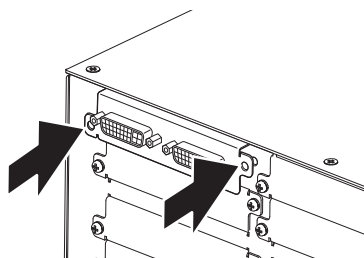

Fig. 2
2) Installare la scheda di interfaccia al dispositivo. (Fig. 2)
- 2) **Inserire con attenzione il nuovo dispositivo di Alimentazione nella posizione di inserimento. (Fig. 2)**